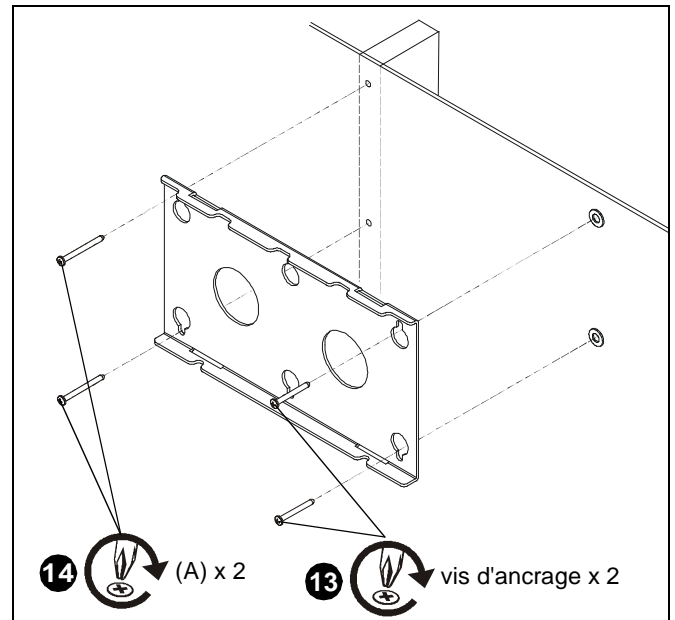

Figure 6
12. Retirez les vis d'ancrage des douilles à expansion (P).
13. Passez les vis au travers du support mural (R) et installez-les dans les douilles à expansion déployées (P). (Voir figure 6)
14. Installez deux vis taraudeuses Phillips n° 10 x 63,5 mm (2^{1/2} po) (A) au travers du support mural (R) et dans le montant de bois. (Voir figure 6)